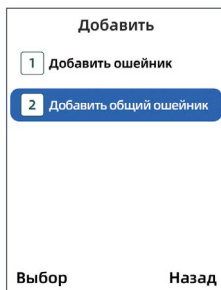

рис. 22
- при помощи кнопок **▼▲** выберите пункт «Добавить», после этого подтвердите действие кнопкой **OK** (рис. 22);